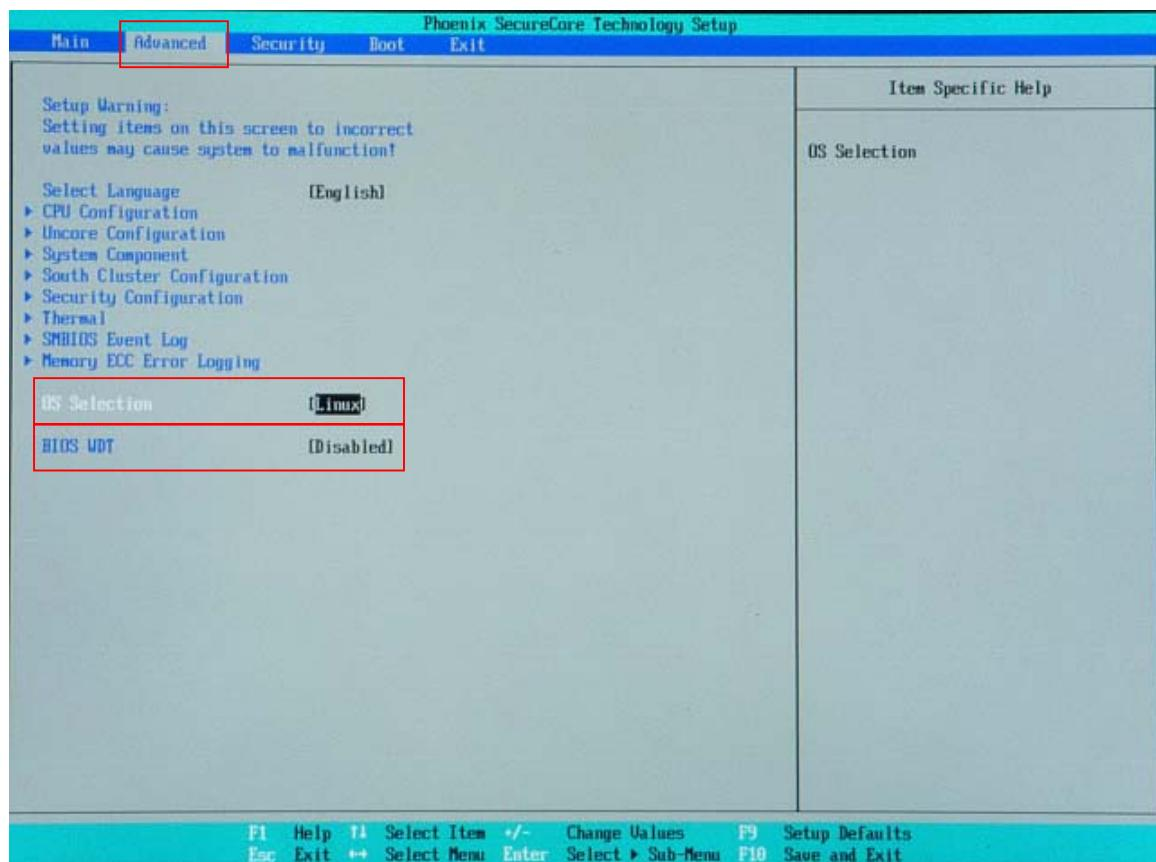

図6-1-2. BIOS設定 Advancedメニュー
- ① LANケーブルが接続されている場合は、LANケーブルを取り外してください。
- ② USBメモリ、SDカードなどのストレージメディアが接続されている場合は、ストレージメディアを取り外してください。また、サブストレージ(mSATA2)が接続されている場合は、サブストレージを取り外してください。
- ③ USB-DVDドライブにリカバリDVDを入れMTシリーズ本体に接続します。
- ④ USBキーボード、USBマウスを接続します。
- ⑤ 電源を入れます。BIOS起動画面が表示されたところで[F2]キーを押し、BIOS設定画面を表示させます。
- ⑥ BIOS設定画面が表示されたら、[Advanced]メニューを選択します。(図6-1-2)
- ⑦ [OS Selection]を[Linux]、[BIOS WDT]を[Disabled]に設定します。
- ① 電源を入れ、BIOS起動画面が表示されたところで[F2]キーを押し、BIOS設定画面を表示させます。
- ② BIOS設定画面が表示されたら、[Advanced]メニューを選択します。(図6-1-2)
- ③ [OS Selection]を[Windows]、[BIOS WDT]を[Enabled]に設定します。
- ⑩ 電源を入れ、BIOS起動画面が表示されたところで[F2]キーを押し、BIOS設定画面を表示させます。
- ⑪ BIOS設定画面が表示されたら、[Advanced]メニューを選択します。(図6-1-2)
- ⑫ [OS Selection]を[Windows]、[BIOS WDT]を[Disabled]に設定します。